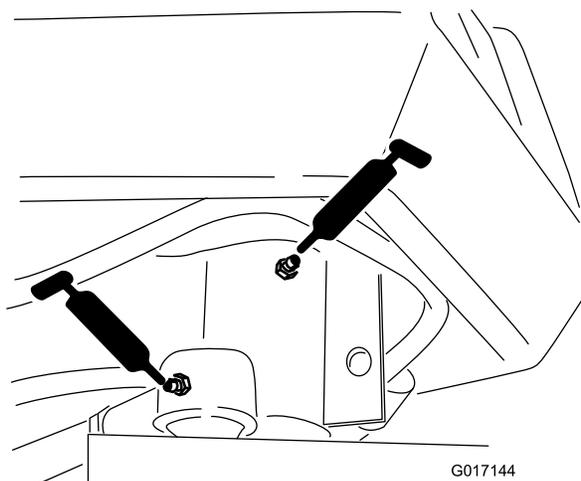

Figura 30
- Eje de la horquilla de dirección (1) (Figura 30).
- Rótula del cilindro de dirección (Figura 30)